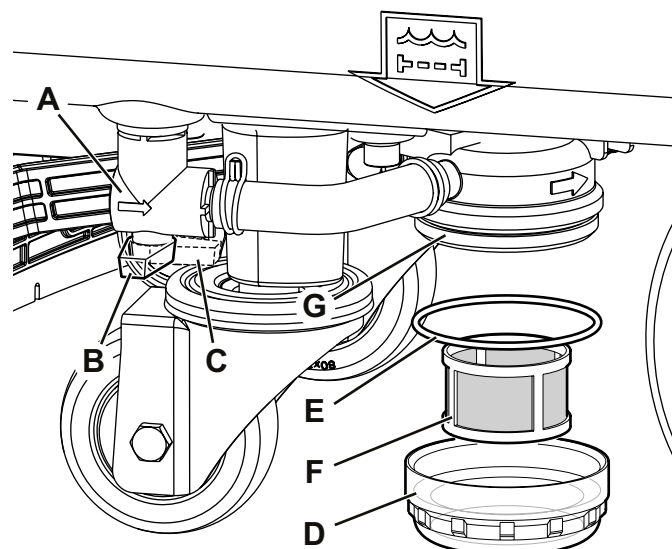

Рис. 9
2. Убедитесь, что машина отключена и ключ зажигания (41) извлечен (при наличии).
3. Закройте клапан бака раствора моющего средства (А, Рис. 9). Кран закрыт, когда находится в положении (В), и открыт, когда находится в положении (С).
4. Снимите прозрачную крышку (D) и уплотнитель (E), затем снимите сетку (F) фильтра. Промойте их, а затем осторожно установите на основание фильтра (G).